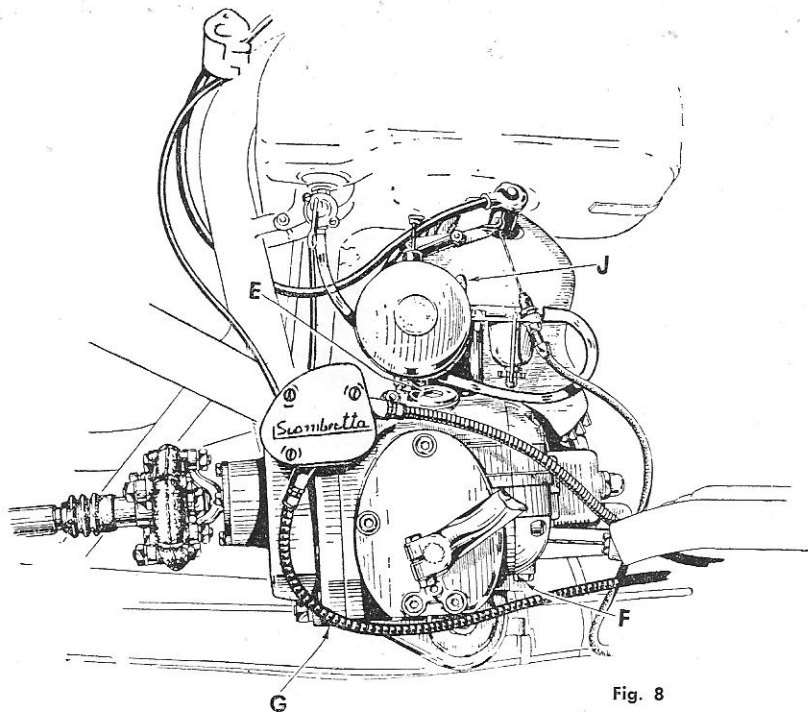

Fig. 8
litro). Antes de usar el vehículo es conveniente agitar la mezcla del tanque. No usar nunca nafta pura o mezcla en proporción inferior a lo prescripto. Abrir el robinete y verificar que el combustible llega al carburador. Si es necesario apriete repetidas veces el botón del carburador (J - fig. 8) para que llegue suficiente combustible a la cámara del flotante.
Si el arranque es dificultoso mande combustible al carburador apretando el pulsador (J - fig. 8) y especialmente con temperatura baja, limitar la entrada de aire bajando la varilla vertical del estrangulador de aire que sale de la tapa del carburador.
Verificar y restablecer el nivel del aceite en la caja de cambio agregando por el agujero del tapón (E) hasta que salga por el agujero del tapón (F). (Fig. 8).
Vaciar el aceite de la caja, sacando el tapón inferior (G) (fig. 8) y echar por el agujero de la tapa (E) 400 gramos.